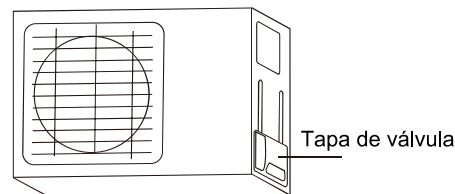

Fig. 5.9
- Destornille la tapa de la válvula empaquetada en el lado de la unidad exterior. (Vea Fig. 5.9)